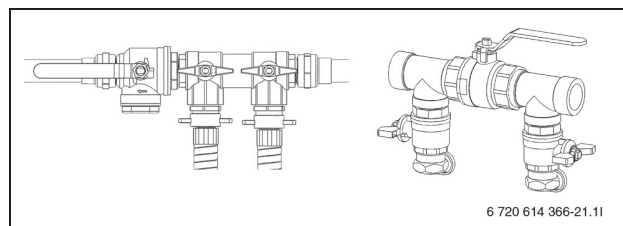

Bild 29 Påfyllnadssatser i normalläge
- Vrid ventilerna på påfyllnadssatsen till normalläge (→ Bild 29) och stäng av pumpen på påfyllnadsstationen.